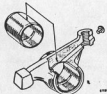

Abb. A.3
- (9) Verschlossene Buchsen entfernen und neue Buchsen mit Werkzeugen Nr. 18G236 und 18G236A einpressen.
- (10) Die Buchsen nach oben wie auf Abbildung A 3 dargestellt in Stellung bringen.
- (11) Einstellschraube entfernen.
- (12) Stempel im Ende des Kipphebels mit einem 2,28 mm Spirallöcher ausbohren und Ölkanal durch die Buchse hindurch verlängern.
- (13) Einbohrung nach unten wieder verstopfen durch eine in Stellung geschweisste Niete.
- (14) Bohrung im oberen Teil des Kipphebelrohrs mit einem 1,98 mm Spirallöcher verlängern.